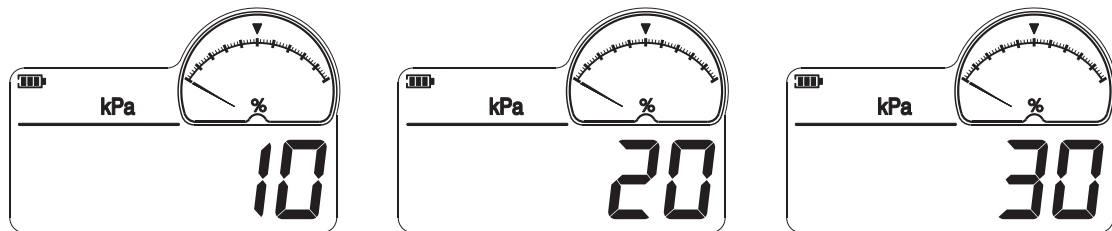

图7-6: 背光点亮时长选择
(1) 按住  键不放，数据显示区依次轮流显示可选时长，如图7-6：